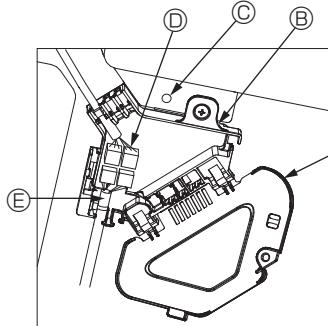

Fig. 10-8
- ① Rimuovere la vite di fissaggio del coperchio della scatola di connettori, quindi aprire il coperchio.
- ② Collegare in modo sicuro il connettore del cavo di giunzione del motore dei deflettori e il connettore del cavo del motore dei deflettori del pannello nella scatola dei connettori. (Fig. 10-8)
- ③ Chiudere il coperchio della scatola dei connettori.